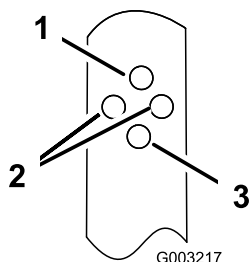

Bild 18
2. Stecken Sie die Schraube durch das Loch an jeder Griffhalterung, mit der der Griff in die gewünschte Stellung gebracht wird (Bild 18).